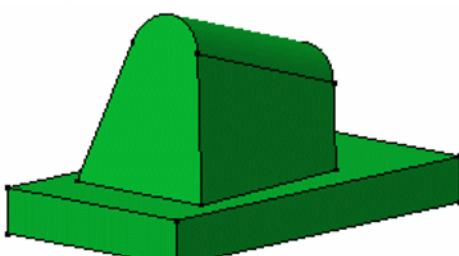

Fig.37. Aplicarea optiunii **Draft from Reflect Lines**
- Se alege OK, fetele adiacente fetei selectate sunt taiate de elementul de separare, dar ele nu sunt inclinat, doar fata selectata este inclinata (fig.37).